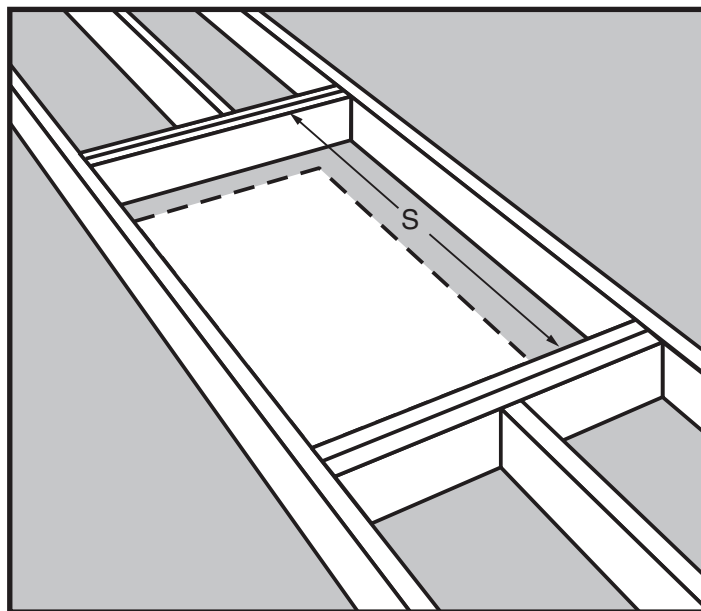

Figure 17
- ÉTAPE 1.** Mesurez la longueur de tirant "S" entre les chevêtres (Voir la Figure 17).
- ÉTAPE 3.** Si la solive de plafond ne procure pas un côté de l'encadrement, coupez alors une deuxième entretoise de la même longueur que la première. Notez qu'un seul tirant est nécessaire en Figure 17 parce que la solive de plafond constitue un côté de l'encadrement.